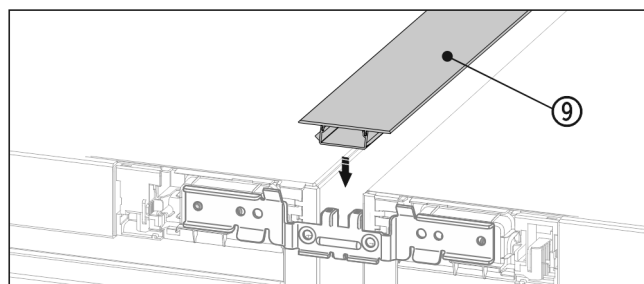

Fig. 20 *
- Na zgornji stranki potisnite kratko zaključno letev Fig. 20 (9) v vodoravno režo.*